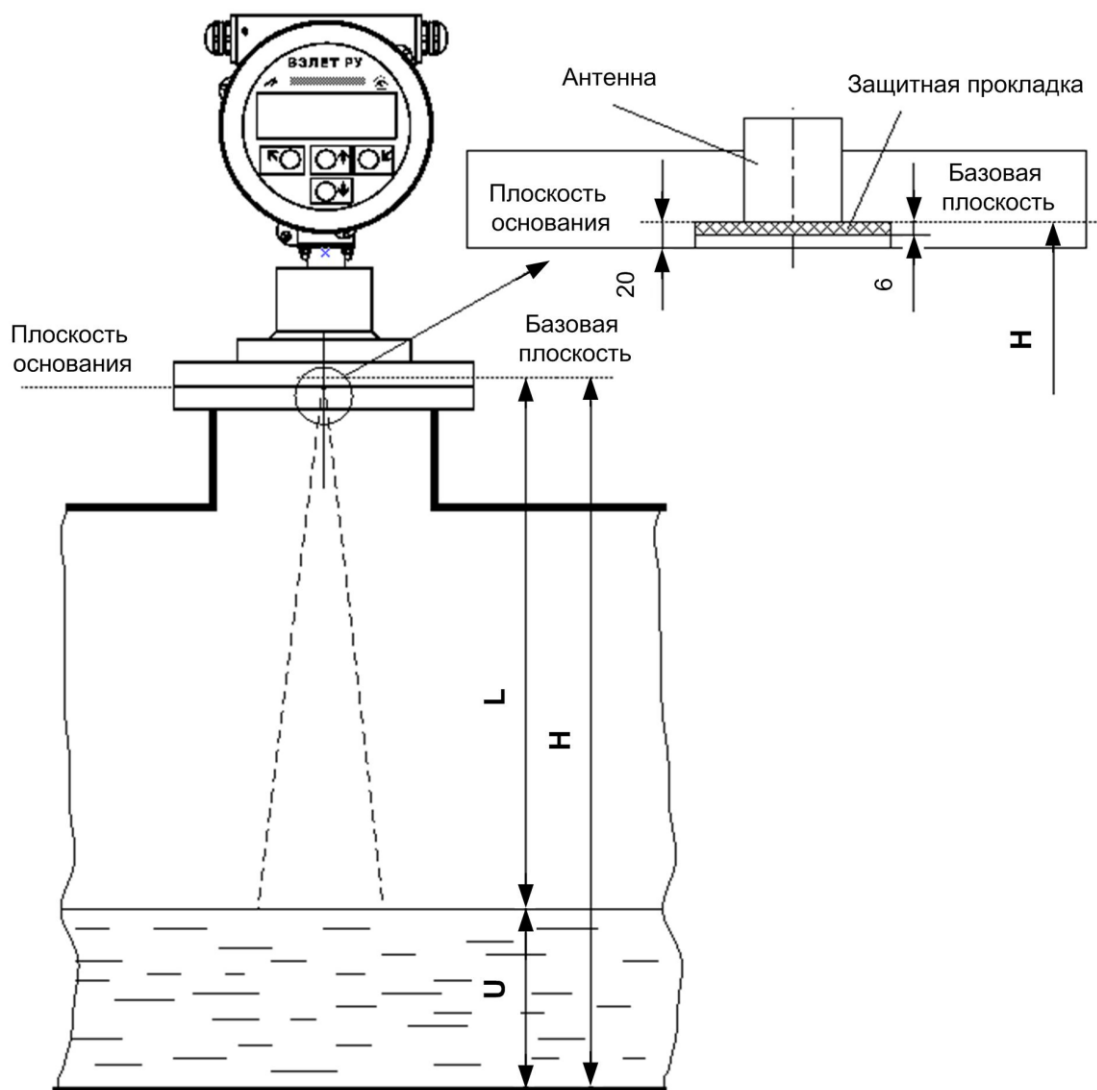

Рис.1 - Настраиваемые параметры уровнемера.
4.1.2 Базовой плоскостью измерительного диапазона прибора (рис.1) является плоскость, расположенная на расстоянии 20 мм от основания корпуса прибора или 6 мм от поверхности защитной прокладки из фторопласта.